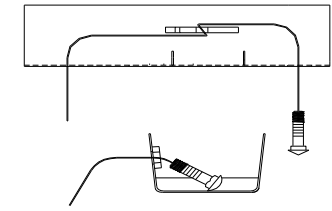

Figure 2
1. Abaisser l'échappement en enlevant deux (2) boulons 8 mm de la ferrure du support des deux côtés du véhicule.
3. À l'aide d'un fil de tirage, acheminer les boulons de carrosserie 7/16 po et leurs espaceurs à travers le trou d'accès agrandi, puis les faire sortir par les deux trous de montage du longeron, laisser les fils de tirage attachés. Voir la Figure 2.
7. Intercaler quatre (4) espaceurs .25" x 1" x 1.5" entre la ferrure de support et le longeron des deux côtés, puis refixer la ferrure à l'aide de boulons M8 fournis dans la trousse de visserie. S'assurer que les trous des ferrures de support et les espaceurs s'alignent bien pour permettre l'introduction des boulons.